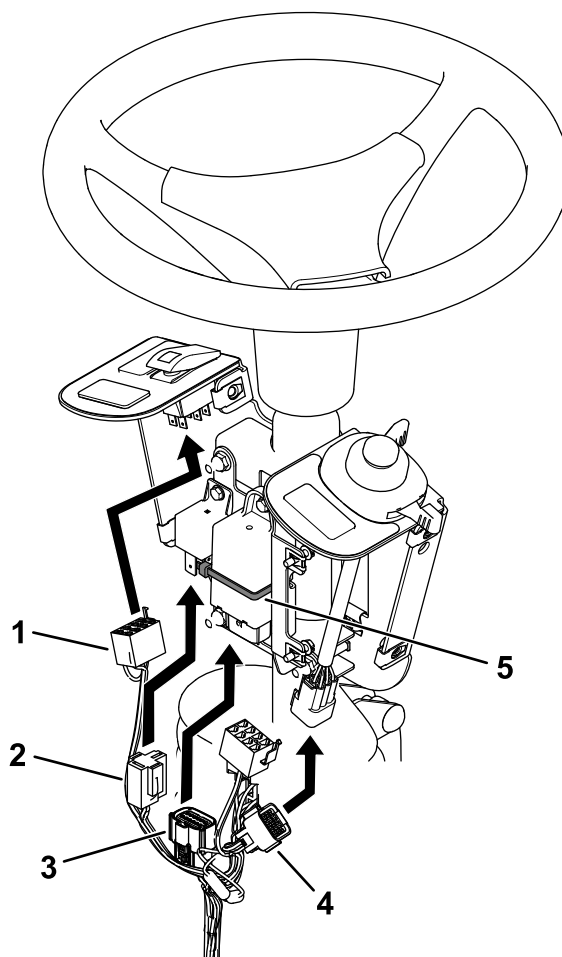

Figura 8
5. Prenda o pisca utilizando uma braçadeira de cabos (Figura 8).
6. Ligue a cablagem no interruptor oscilador e interruptor multifunções (Figura 8).
7. Ligue a cablagem no relé e piscas (Figura 8).